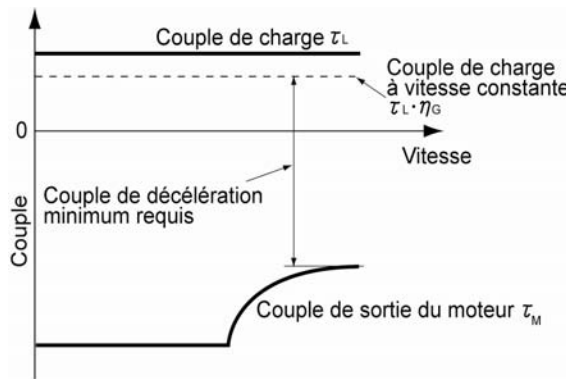

Figure 7.5 Étude de l'exemple du couple de décélération minimum requis (1)
- 2) Calculez le couple de décélération minimum requis (voir figures 7.5 et 7.6.)